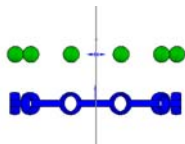
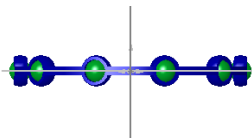

图 8-56 轴线应用 [重合] 配合关系
图 8-57 完成滚动体与保持架的配合
**①** 单击 [装配体] 控制面板上的 [配合] 按钮.
**②** 在图形区域中选择保持架的轴线和滚动体的轴线。
**③** 在 [配合] 属性管理器中选择配合类型为重合.
**④** 单击按钮，完成该配合。此时配合如图 8-56 所示。
**⑤** 选择保持架上的右视基准面和滚动体上的右视基准面。为它们添加重合配合关系。
**⑥** 单击按钮，完成该配合。
**⑦** 选择保持架上的基准面 1 和滚动体上的基准面 1。为它们添加重合配合关系。
**⑧** 单击按钮，完成该配合，如图 8-57 所示。